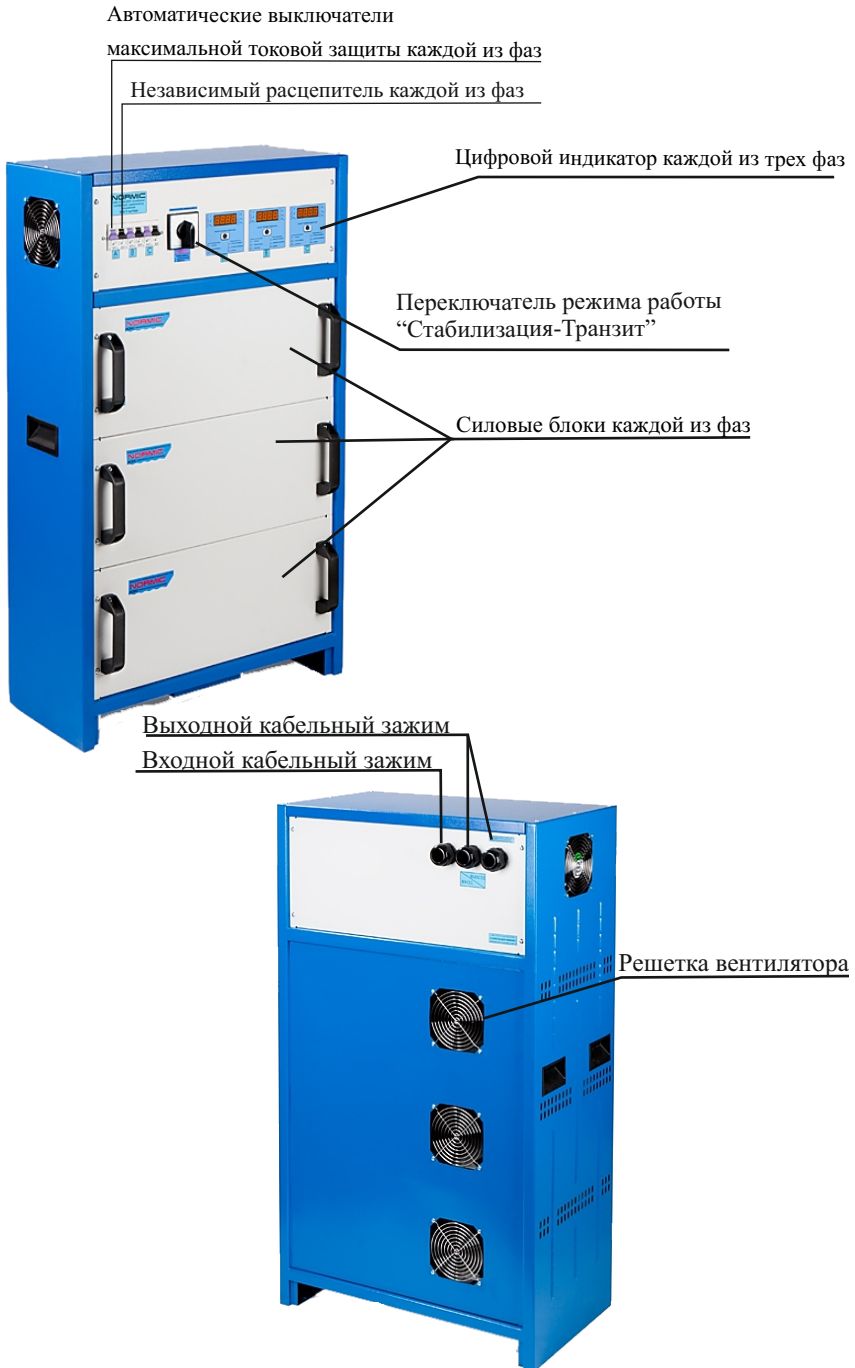

Рисунок 2.Общий вид нормализатора.
На корпусе нормализатора (рис. 2) расположены :
- ! входной и выходной кабельный зажим на задней стенке нормализатора (рис. 2) (на нормализаторе ННСТ-3х33400 возможно расположение кабельных зажимов на боковой стенке);